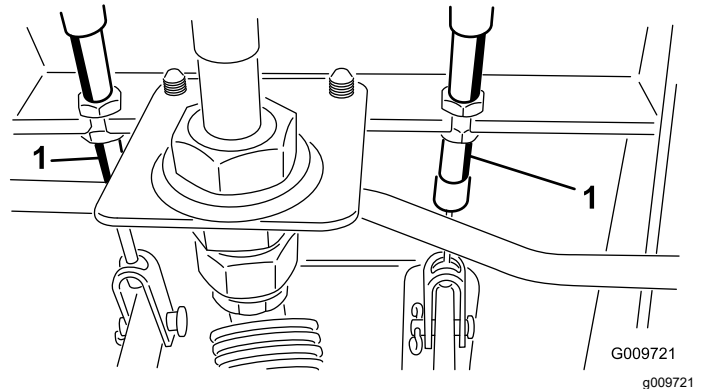

Bild 72
- A. Lockern Sie die vordere Mutter an der Gewindeseite des Bremszuges (Bild 72).